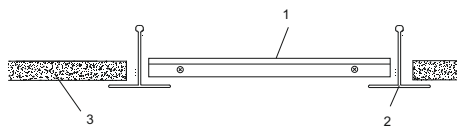

Рисунок 3
4.2.3 Встраиваемый монтаж производить в подвесные потолки типа «Armstrong» (см. рисунок 3). Светильник (1) установить на место потолочной плиты 600×600 мм (3) в межпотолочное пространство между направляющими (2) потолка «Armstrong», как показано на рисунке 3.